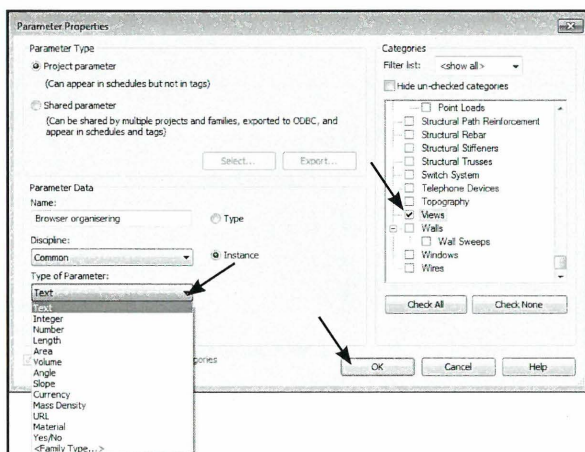

Fig. 13.20. Vælg *Views* og *Text Parameter*.
- Vælg *Text* under *Type of Parameter* (Fig. 13.20).
- Vælg *Views* og tryk *OK* (Fig. 13.20).